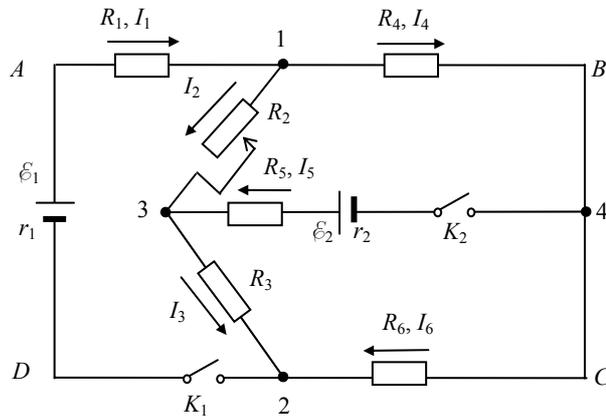

Рис. 1
Зная величины токов I_1 и I_5 (рис. 1), а также падение напряжения δU_1 и δU_2 на источниках E_1 и E_2 при разомкнутой и замкнутой цепи, рассчитываются величины внутренних сопротивлений r_1 и r_2 источников тока:
Работа выполняется на установке, электрическая схема которой показана на рис. 1. Здесь $R_1 - R_6$ – известные сопротивления, E_1 и E_2 – источники постоянных ЭДС.
Падения напряжений на отдельных участках цепи измеряются вольтметром (V). Так как сопротивление вольтметра много больше любого резистора в цепи, то его подключение практически не влияет на величину тока в конкретном сопротивлении и распределение токов во всей цепи. Значения ЭДС E_1 , E_2 и сопротивлений $R_1 - R_6$ подобраны такими, чтобы направления токов совпадали с указанными на рис. 1, а величины напряжений $U_{i,j}$ были всегда положительными.
1. Ознакомьтесь с установкой и проверьте правильность подключения каждого элемента согласно схеме на рис. 1.